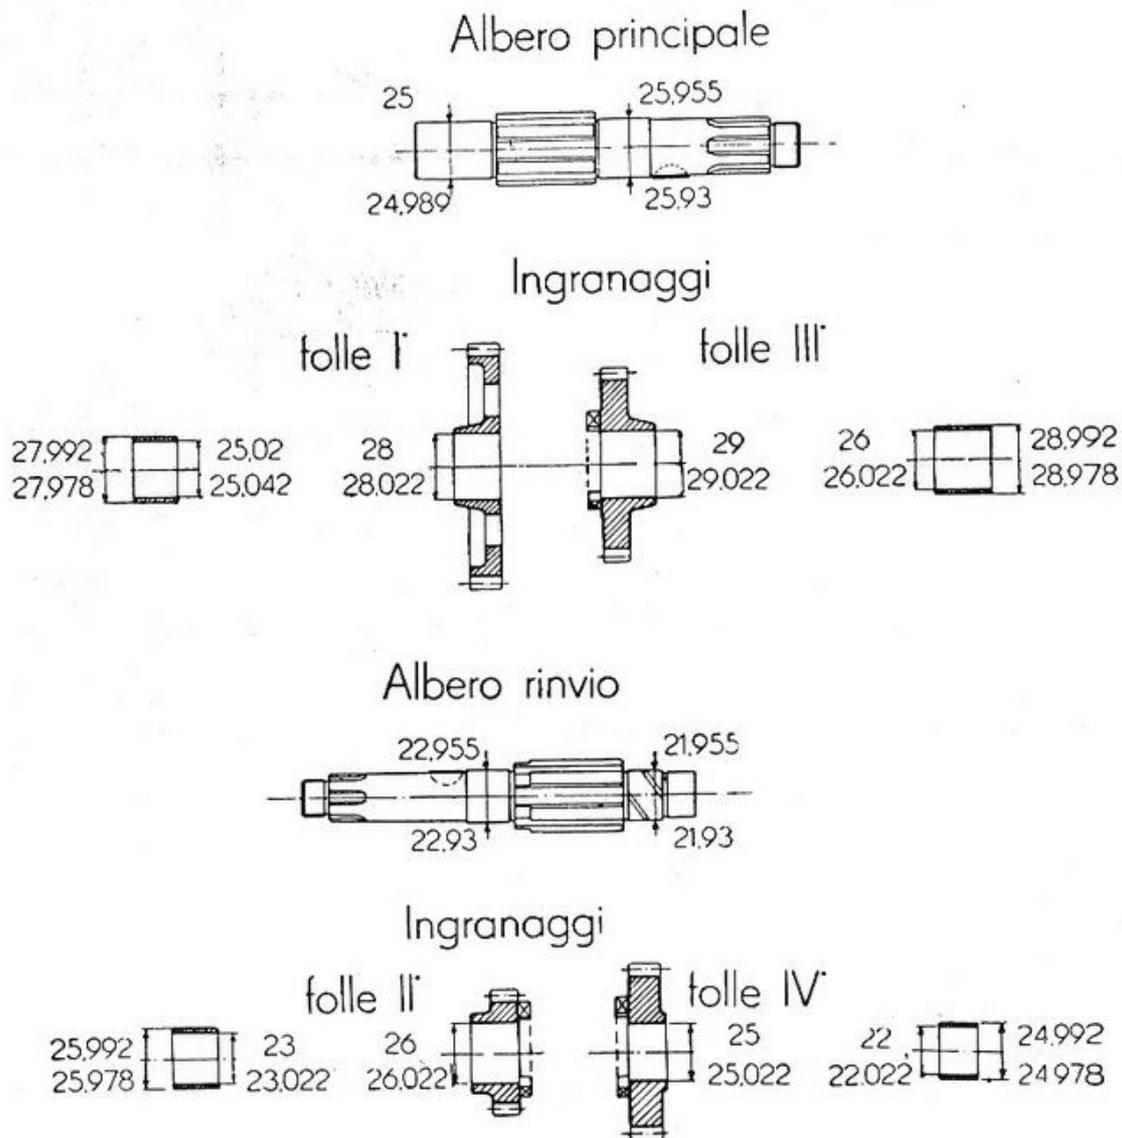

Fig. 22
a) Lavare accuratamente tutti i particolari con petrolio; b) verificare gli ingranaggi; le dentature non debbono essere nè scheggiate nè eccessivamente logore in special modo gli imbocchi. I fori scanalati debbono pure presentarsi integri. Quelli degli ingranaggi folli, oltre che presentarsi perfettamente levigati senza indizi di grippatura, debbono avere i limiti di usura come nelle figure 22 e 23. Le stesse considerazioni valgono anche per le bronzine; c) gli alberi devono presentare le scanalature senza impronte nè bave. Le superfici dei collari dove lavorano le bronzine debbono essere levigate perfettamente mentre la loro usura deve essere contenuta entro i limiti stabiliti in tabella (fig. 23); d) controllare l'usura delle forcelle comando ingranaggi scorrevoli sia sul foro di guida che sui piani di spinta ingranaggio; esse deb-